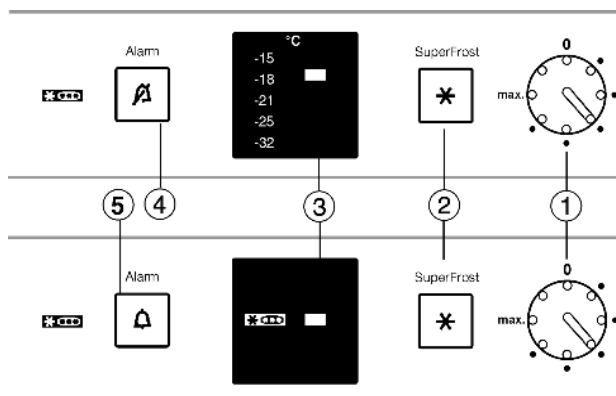

Fig. 2
- ▶ Tourner le thermostat *Fig. 2 (1)* vers la droite à l'aide d'une pièce de monnaie.
- ▶ Appuyer sur la touche Alarme *Fig. 2 (4)*.